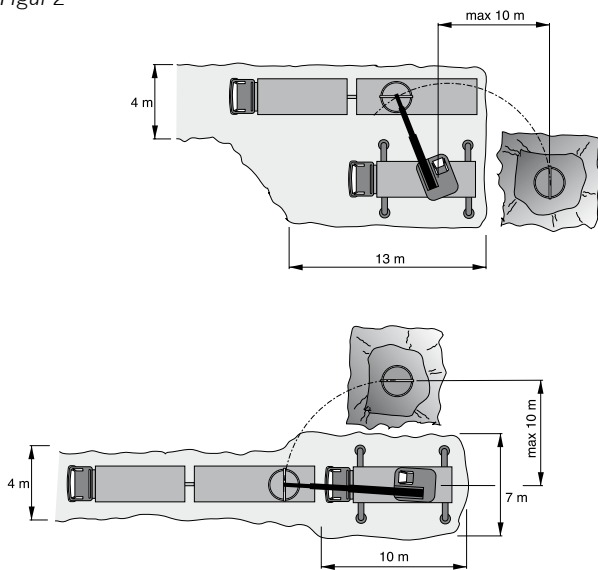

Figur 1c
7. Montera PE-halsarna G (figur 1) genom att smörja packningen F och trycka ned halsarna med packning i urtaget på täckplattan (figur 1c).